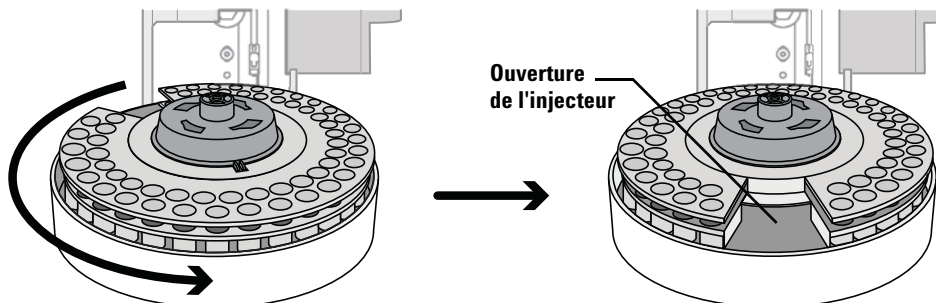

Figure 10 Faites tourner la tourelle de sorte que l'ouverture de l'injecteur se trouve face à l'avant de ALS
- 3 Faites tourner la tourelle de sorte que l'ouverture de l'injecteur se trouve face à l'avant de ALS (Figure 10).
- 5 Tout en maintenant la tourelle en place, faites tourner le chapeau de la tourelle dans le sens des aiguilles d'une montre jusqu'à ce qu'il soit en place sur le moyeu de la tourelle. Assurez-vous que les fentes du chapeau de la tourelle soient alignées à l'ouverture de l'injecteur comme montré dans la Figure 10.